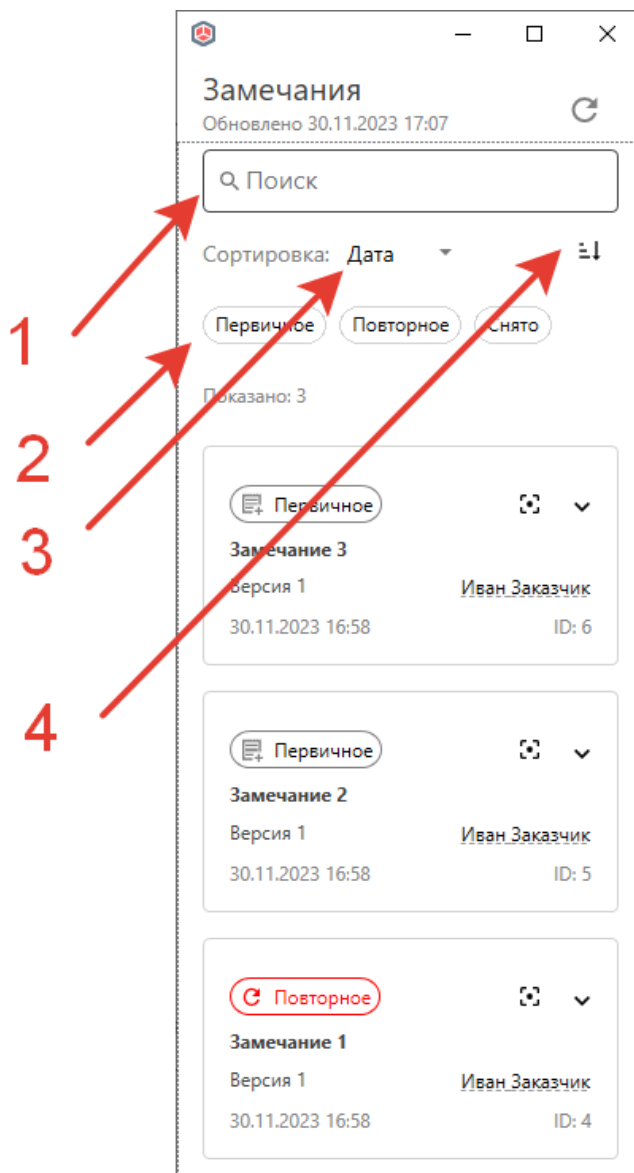

Рисунок 50. Сортировки и поиск по замечаниям.
Пользователю доступны следующие инструменты работы со списком замечаний: поиск по имени \ тексту (1), отображение замечаний только с определенным статусом: первичное, повторное, снято (2), сортировка по дате, статусу, автору, версии (3), изменение порядка сортировки (4) (Рисунок 50).